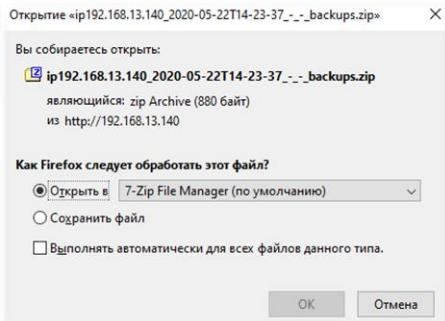

Рисунок 47 – Вид окна браузера для выгрузки файла конфигурации
- во вкладке [Резервирование параметров] в таблице установить флаг «» рядом со слотом (1) и нажать кнопку «Скачать»;
- в отобразившемся окне браузера установить флаг « Сохранить файл» и нажать «OK» (см. Рисунок 47).